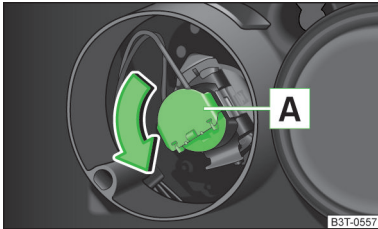

Abb. 200
- Den Stecker mit der Glühlampe **A** » Abb. 200 bis zum Anschlag in Pfeilrichtung drehen.